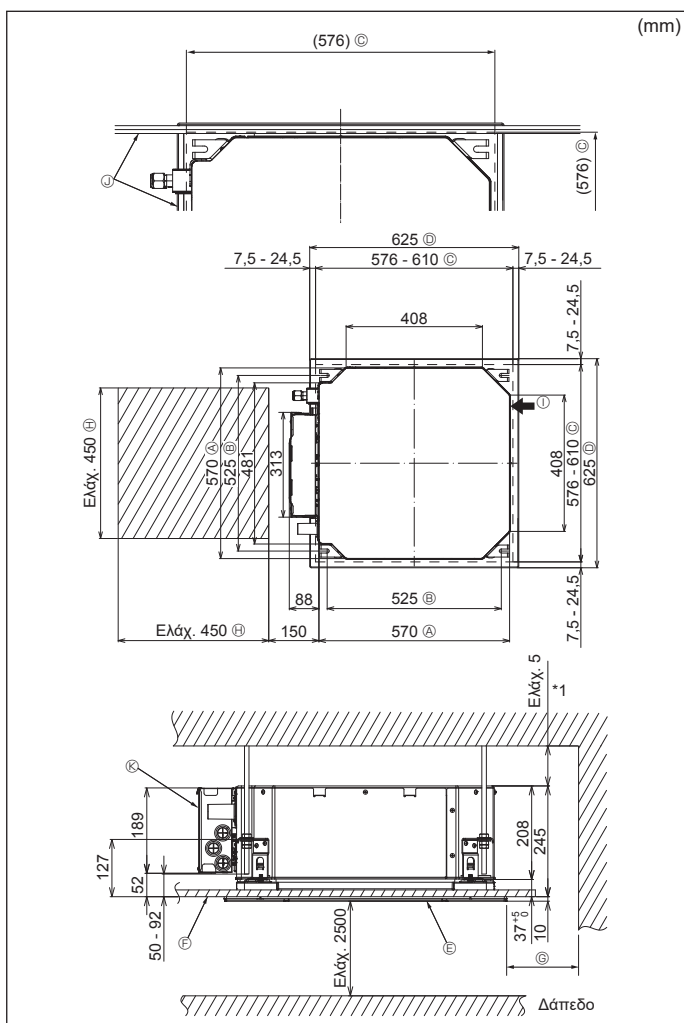

Fig. 4-2
4.2. Ανοίγματα στην οροφή και θέσεις για την τοποθέτηση των μπουλονιών ανάρτησης (Fig. 4-2)
*B: Απόσταση μπουλονιών ανάρτησης (για λεπτομέρειες, δείτε την Fig. 4-2 Ⓜ)